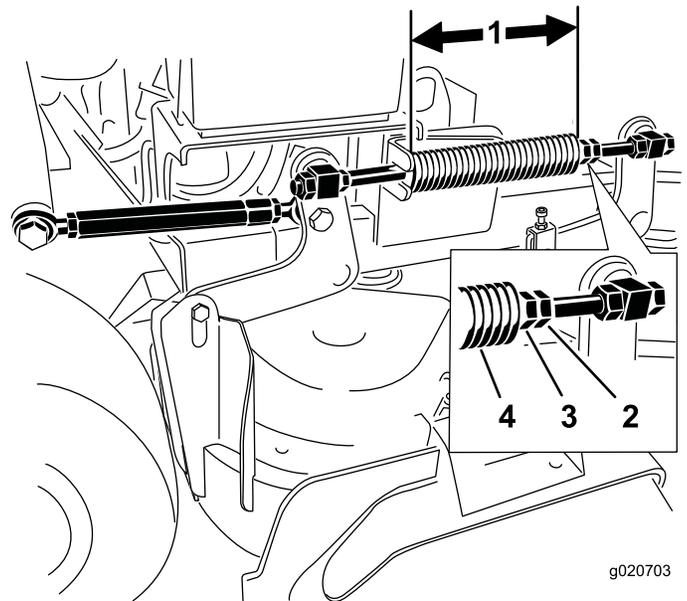

Figura 88
2. Verifique o comprimento da mola de compressão. O comprimento nominal é de 28,2 cm para plataformas de cortadores de 91 cm e de 25,7 cm para plataformas de cortadores de 102 cm (Figura 88).
3. Ajuste esta distância desapertando a porca de bloqueio da mola e rodando a porca em frente de cada mola (Figura 88).
4. Bloqueie a porca na posição apertando a porca de bloqueio da mola (Figura 88).